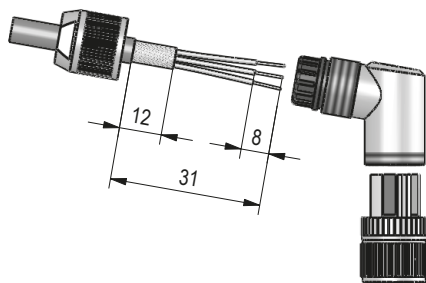

Abb. 6: Gegenstecker M12 A-kodiert gewinkelt
- Zubehör SIKO Art.Nr. "83091" M12 A-kodiert (Buchse 4 pol. Power) (**Abb. 6**).
### Montage (Abb. 6)
### Ändern der Winkelstellung (Abb. 6)